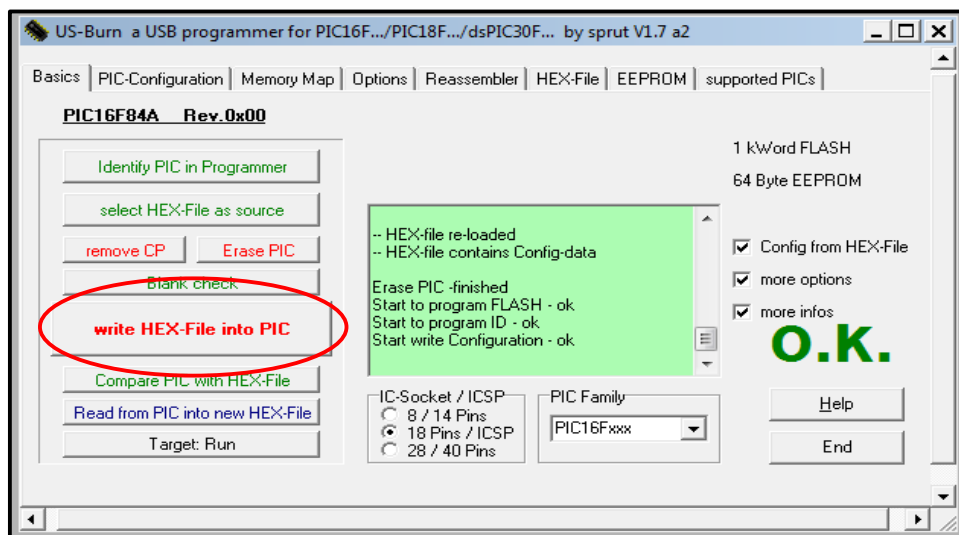

Figura 28. Cargar el programa ".HEX" al PIC16F84A.
12. Haga clic en el primer botón “**Identify PIC in Programmer**” para que el software identifique el tipo de PIC conectado al Programador. En el cuadro blanco de la ventana se debe mostrar que se trata de un PIC16F84A, (*Figura 28*).